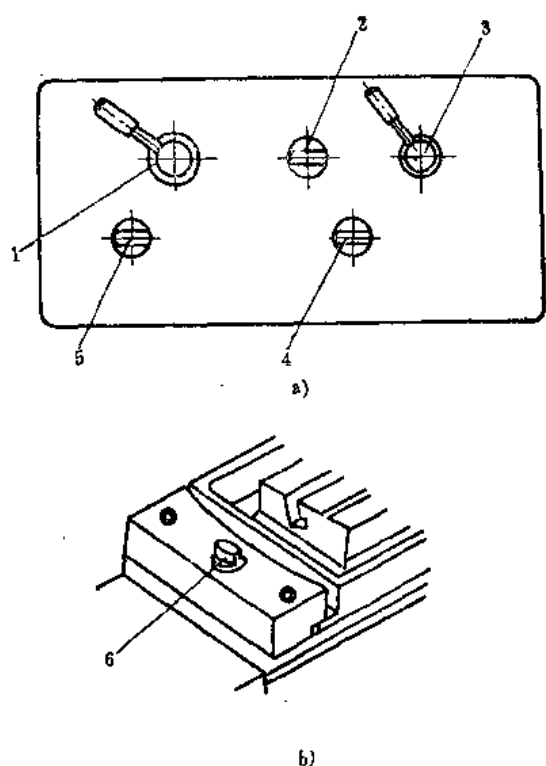

图2-12 液压操纵箱及放气阀
9) 调节停留阀旋钮 4、5 (图2-12), 使工作台右停或左停, 并调节工作台停留时间。